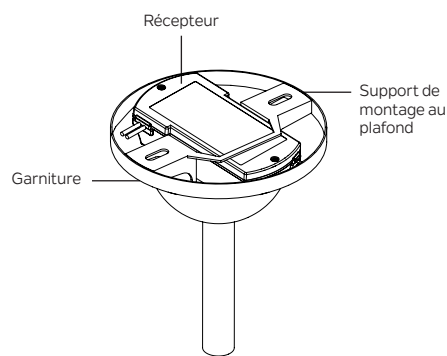

Fig. 3
Étape 5. Une fois tous les raccordements effectués, reposez la monture sur le support de montage au plafond. **(Fig. 3)**